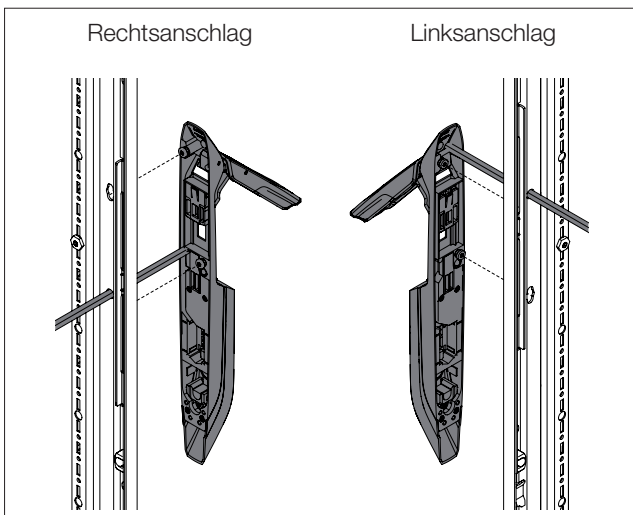

Abb. 7: Aufsetzen des Griffs
- Setzen Sie den Griff auf die Stahlblechtür auf (Abb. 7).